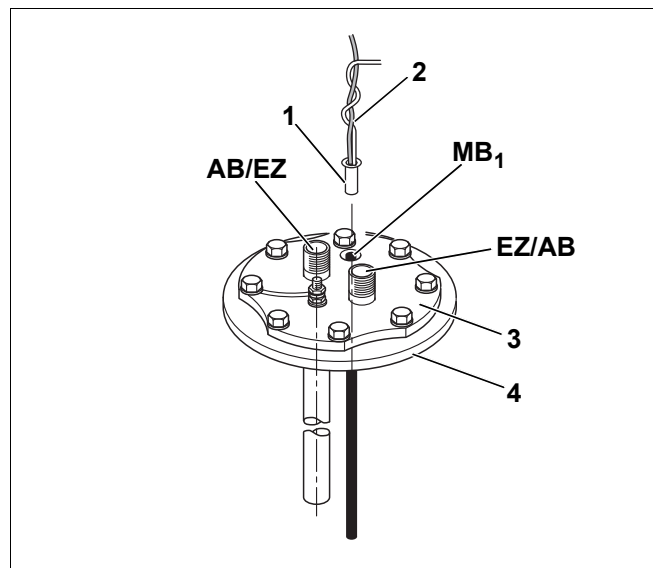

Рис. 8 Точка измерения MB₁
Установка датчика горячей воды (рис. 8):
- Вставьте датчик (рис. 8, [1]) с направляющей проволокой (рис. 8, [2]) до упора. Направляющая проволока находится в точке измерения MB₁.